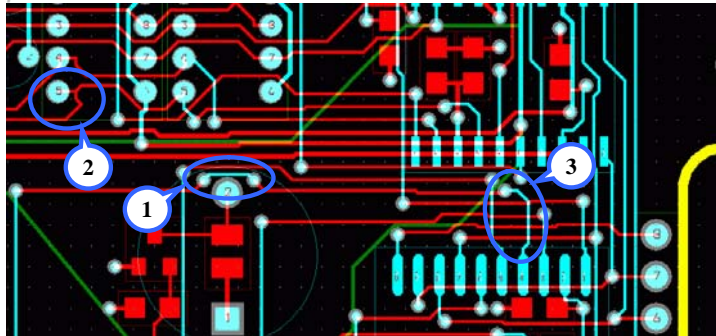

рис. 6-54
Практически же, останавливаться ещё рано. Посмотрите, пожалуйста, на рис. 6-54. На плате, очевидно после релайтинга во время работы трассировщика, остались ненужные переходы ①. Дорожки соединяются под немыслимыми углами ② или изгибаются совершенно бессмысленным образом ③.